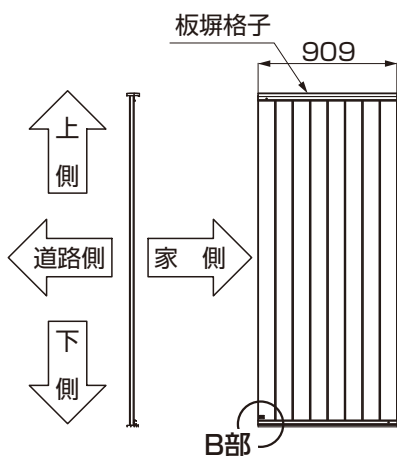
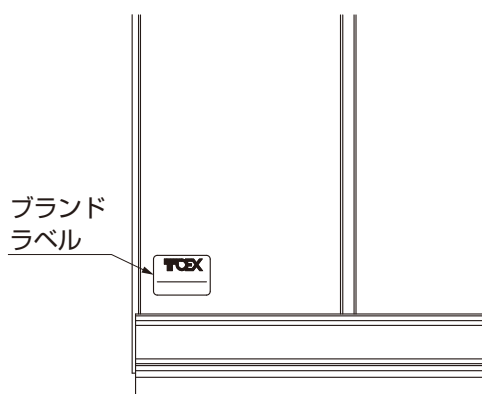

図5-15
図5-16 B部詳細図
- 家側から見て左下にブランドラベルがくるように組付けます。(図5-15、図5-16参照)